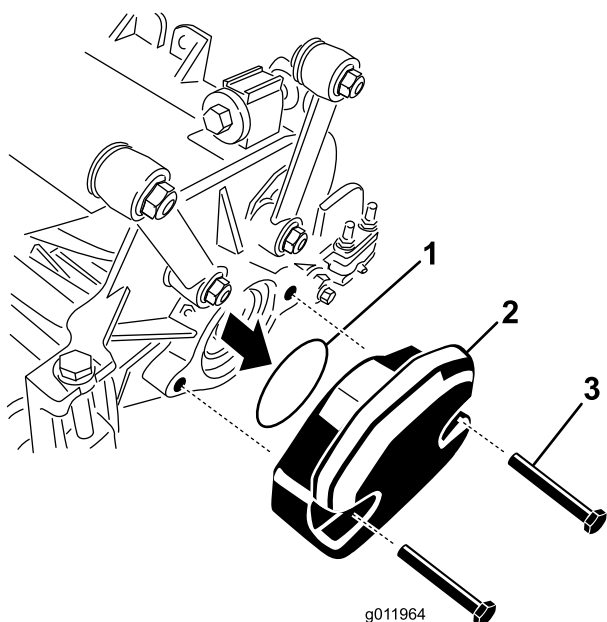

Figura 6
1. Na unidade de corte #3, remova os 2 parafusos que prendem o contrapeso à extremidade esquerda da unidade de corte. Remova o contrapeso (Figura 6).